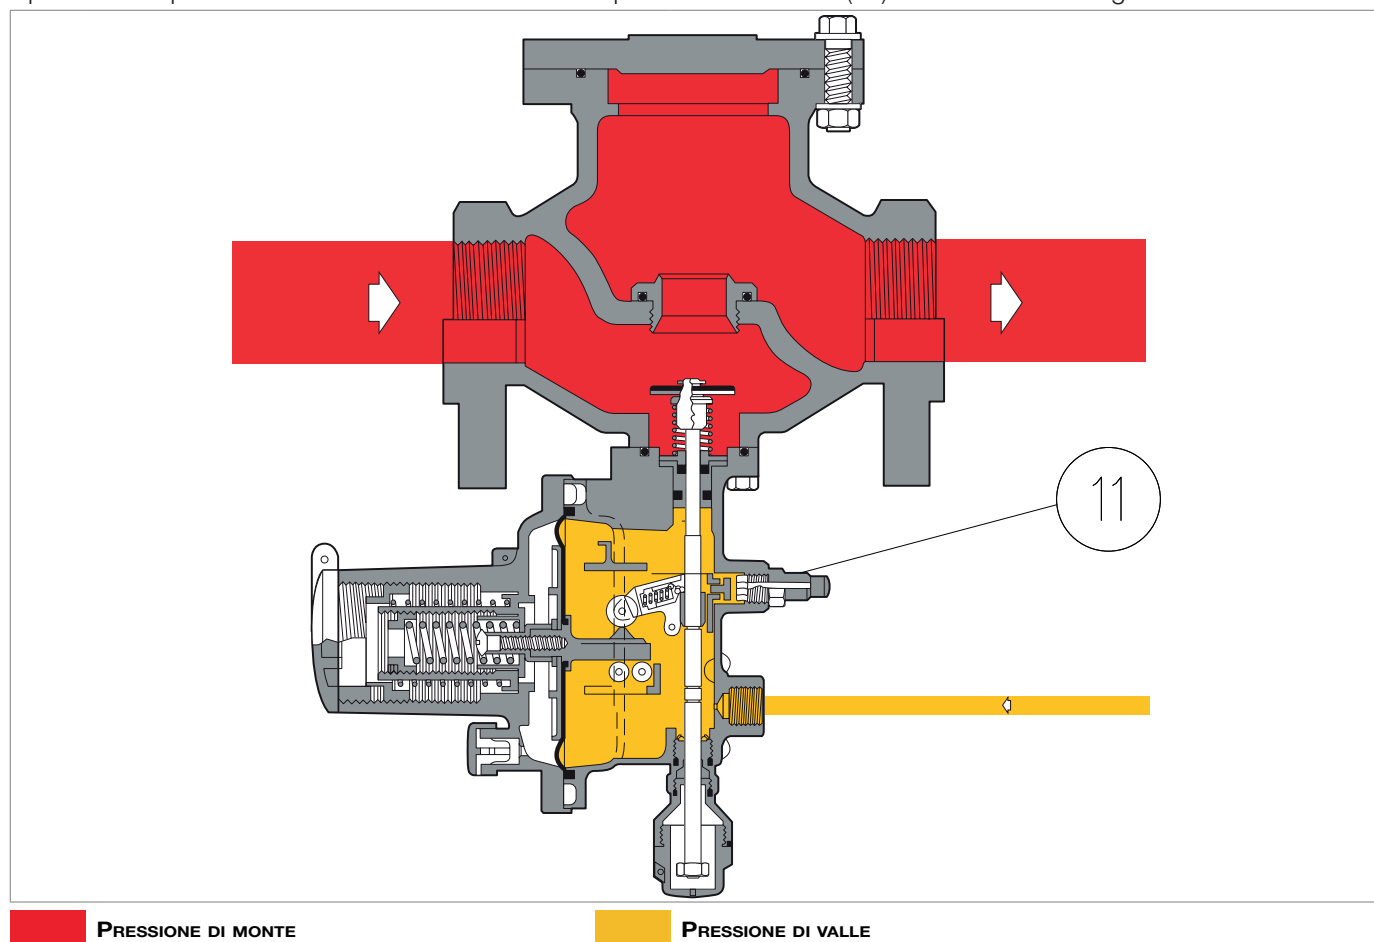

Fig. 4.3. Pulsante di disarmo per DILOCK 108
- tirare il pomello di riarmo (2) verso il basso fino a riagganciare il leverismo
- attendere che la pressione di monte ( $P_u$ ) passi a valle della pastiglia (1), equilibrandola
- inserire a pressione il pomello di riarmo (2) nella sua sede.
Il pressostato per il modello DILOCK 108 è fornito di pulsante di disarmo (11) come indicato in Fig. 4.3: